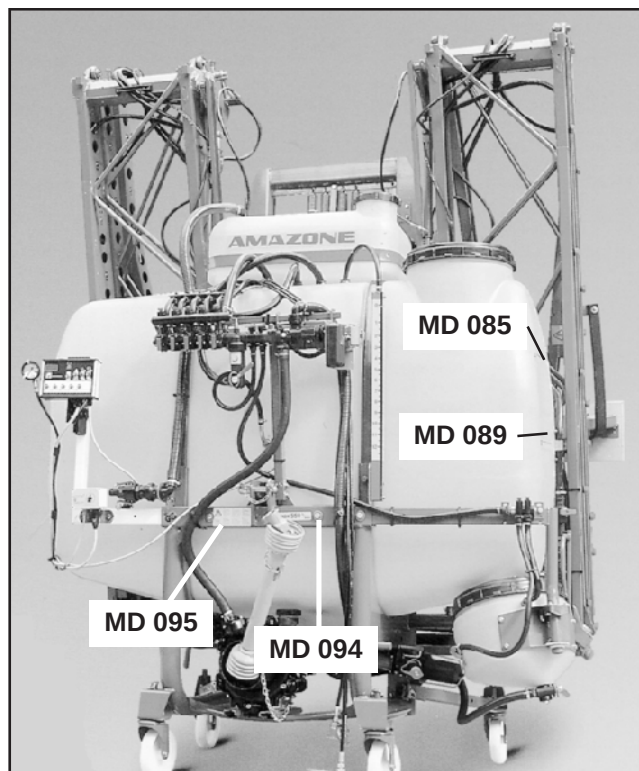
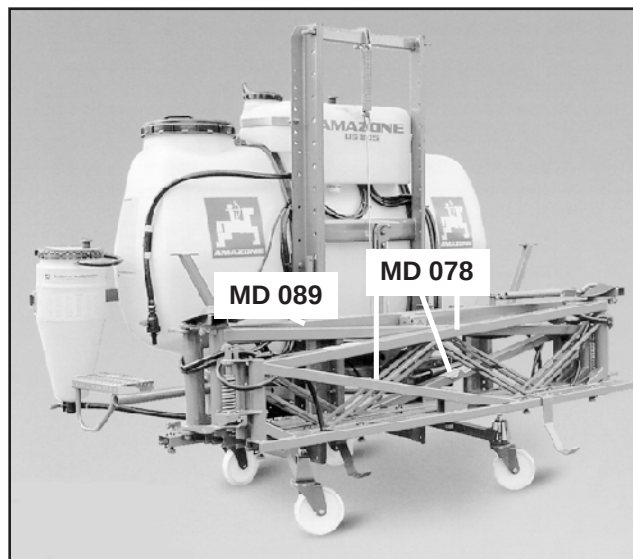
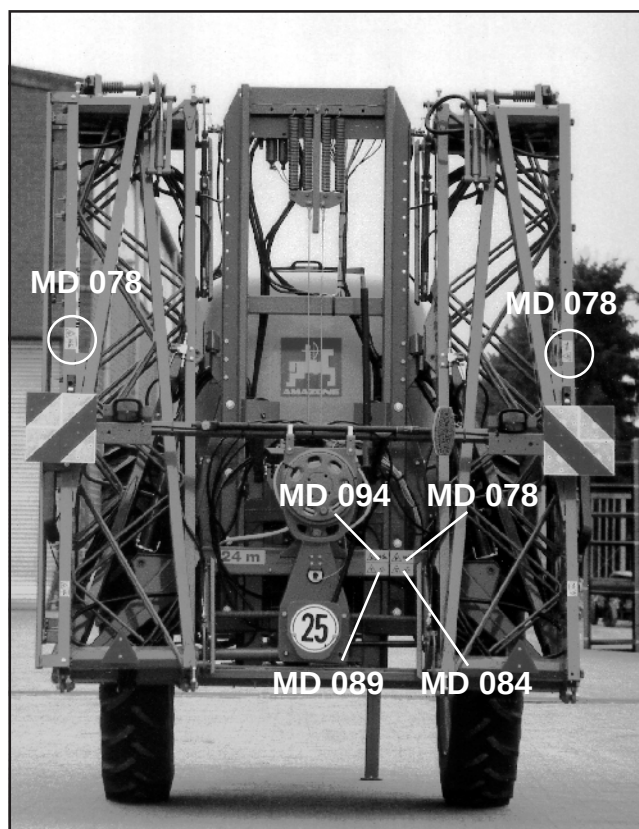

Fig. 2.1
Fig. 2.2
Fig. 2.3
- Fig. 2.1, fig. 2.2, fig. 2.3 visar placeringen av de olika varnings- och anvisningsskyltarna på maskinen. Respektive varnings- och anvisningstext finns på följande sidor.